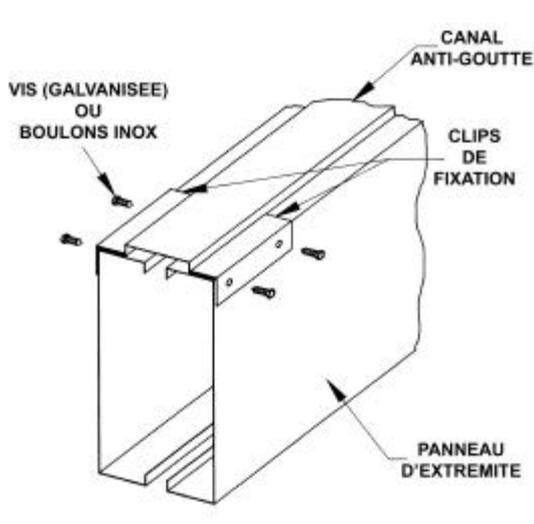

Figure 5 - Détail d'assemblage bride d'égalisation
8. Défaire les boulons de 6 mm qui tiennent le canal anti-gouttes en retenant les clips du bout du panneau. Placer le canal anti-goutte au dessus des brides attenantes de la section bassin. Sécuriser en retournant les clips de maintien et en les réinstallant selon le même procédé. (Voir Figure 5)